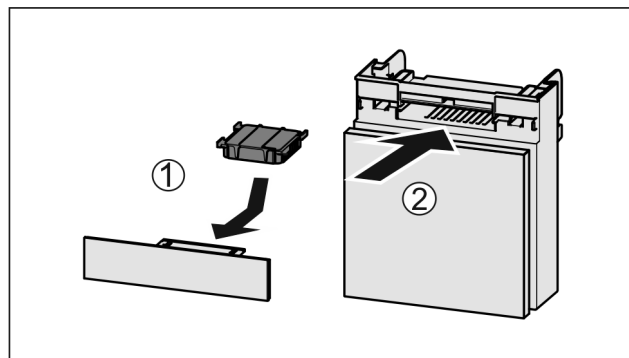

Fig. 178
- Vložte aktívny uhlíkový filter podľa obrázka Fig. 178 (1).
- Zasuňte zásuvku Fig. 178 (2).